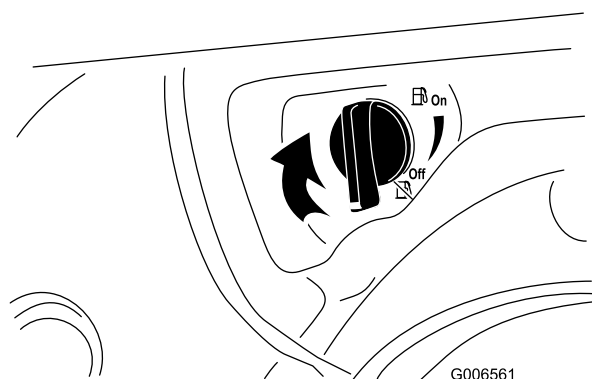

Figure 31
4. Fermez le robinet de carburant en le tournant dans le sens horaire (Figure 31).